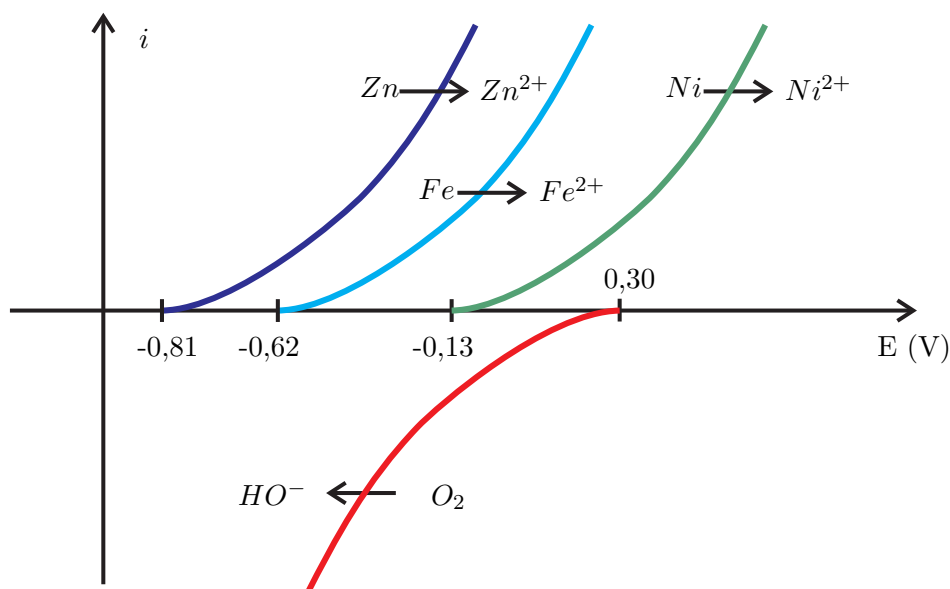

Figure 15 – Courbes intensité potentiel de différents métaux
37. En analysant les figures 15 et 16, expliquer ce qu'il se passe en présence d'une rayure sur une bouteille de plongée recouverte de nickel ou de zinc. Choisir le métal permettant d'assurer la protection de la bouteille de plongée.